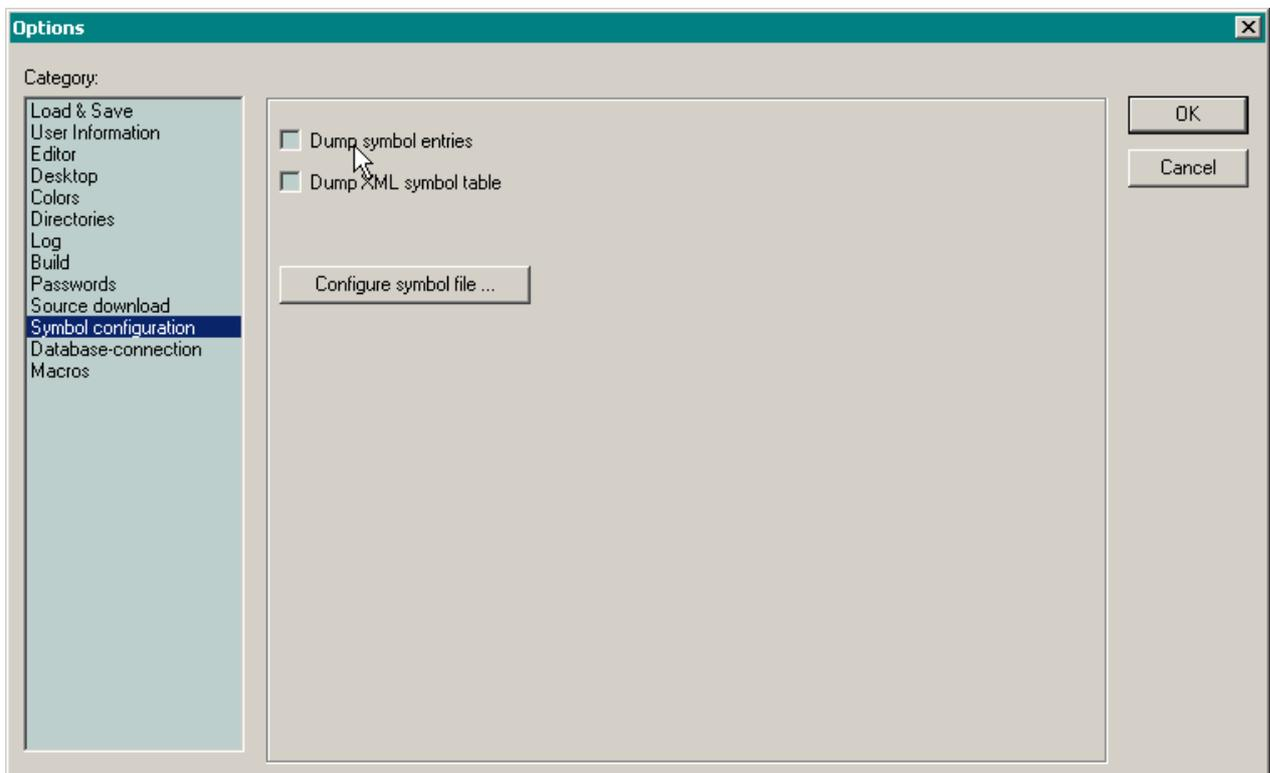

Рис. 98. Конфигурация символической информации в диалоговой панели Options
1. Выполните команду **Project–Options** в главном меню CoDeSys и в появившейся диалоговой панели **Options** выберите категорию опций **Symbol Configuration**, как показано на рис. 98.